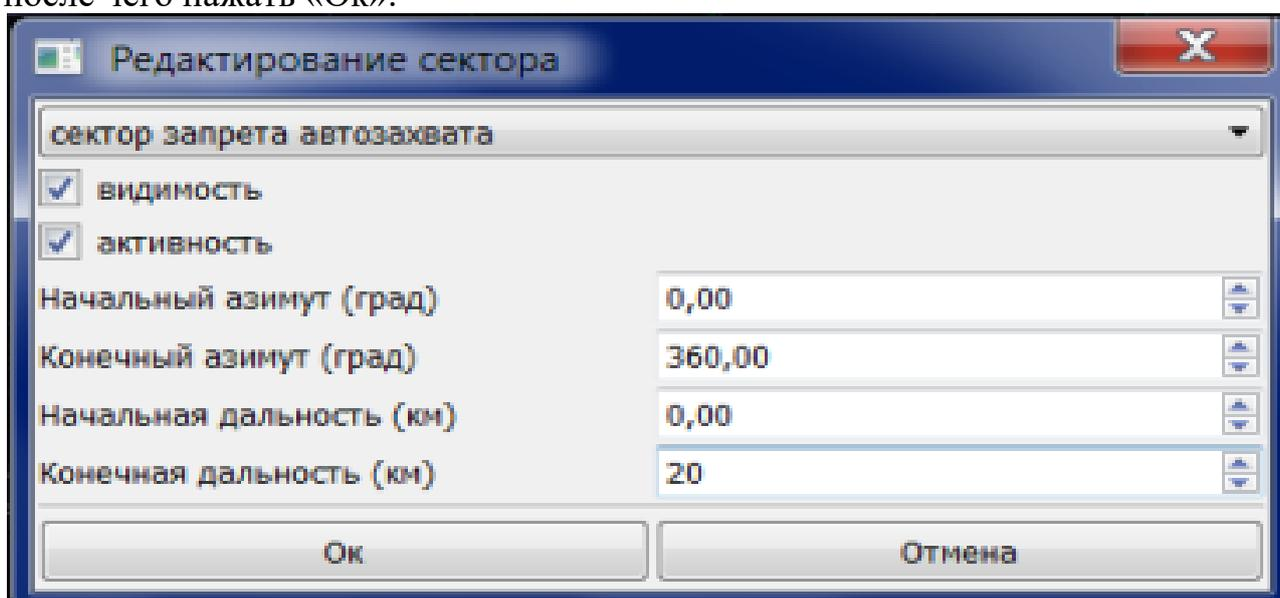

Рис. 8.32. Вид окна «Редактирование сектора»
2) нажать кнопку  и в окне «Редактирование сектора» (рис. 8.32) установить начальный и конечный азимут, начальную и конечную дальность, после чего нажать «Ок».
Снятие флажка «видимость» в окне «Редактирование сектора» (см. рис. 8.32) приводит к тому, что границы сектора отображаются серым цветом, не загромождая тем самым экран индикатора. Снятие флажка «активность» приводит к деактивации сектора. Опция удобна в плане того, что